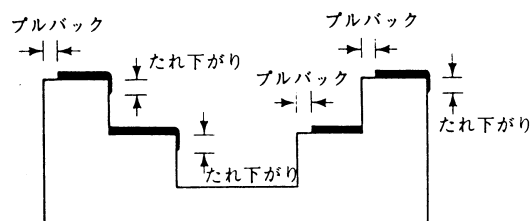

図 3
3.1.11 pullback — セラミック端と測定可能な最近メタライズ面間の直線距離 (図 3 参照)。
3.1.12 たれ下がり (rundown) — 図 3 参照。